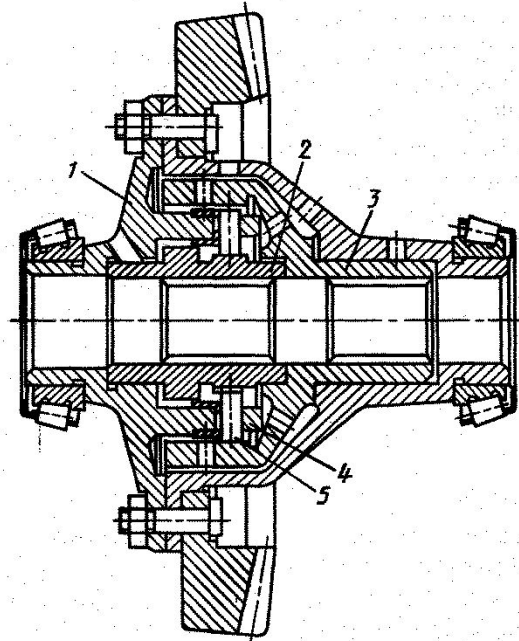

Рис. 130. Двухрядный кулачковый дифференциал
- При двухрядном размещении число кулачков (рис. 130) одинаково, но один ряд сухарей относительно другого смещают на половину шага кулачков.